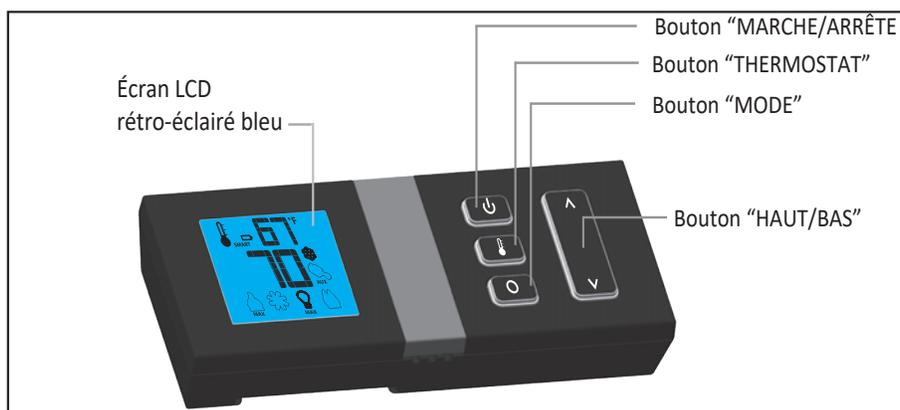
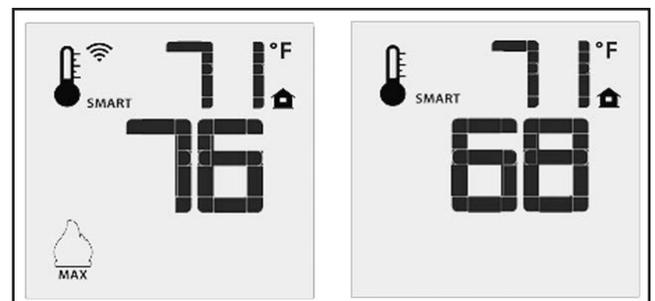
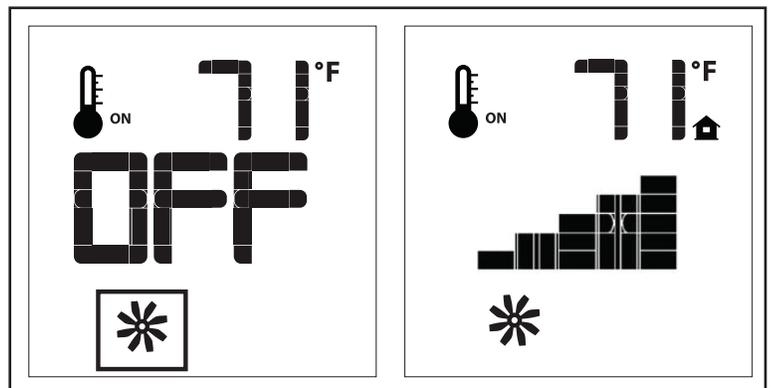
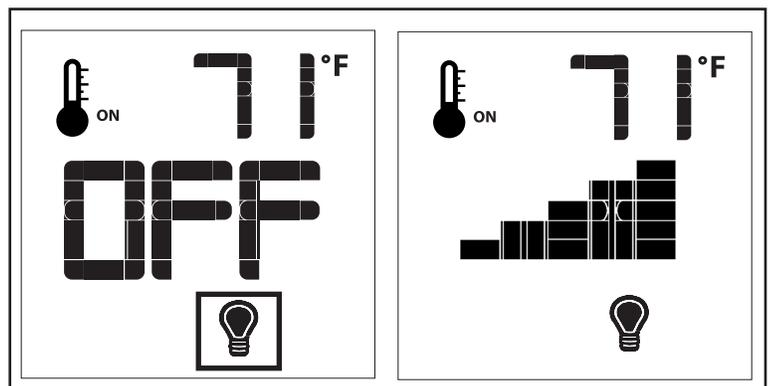

Figure 5: Émetteur Proflame 2.
Figure 10: fonction de la flamme intelligente de la télécommande
Figure 12: Contrôle du ventilateur
Figure 13: Commande des feux de braise
L'émetteur Proflame 2 est une télécommande munie d'un écran ACL rétro-éclairé bleu. Il a une conception rationalisée avec une disposition de boutons simplifiée et un affichage informatif ACL (Figure 5). L'émetteur est alimenté par trois (3) piles type AAA. Un bouton « mode » sert à changer entre les options et un bouton « thermostat » est utilisé pour allumer ou fermer, ou voir l'index des options pour le thermostat (Figures 5 & 6).
La télécommande peut fonctionner comme un thermostat ambiant. Le thermostat peut être réglé à la température désirée pour contrôler le confort dans la salle. Pour activer cette fonction, appuyez sur la touche « Thermostat » (voir la Figure 5). L'écran ACL de l'émetteur changera pour montrer que le thermostat ambiant est allumé et la température programmée est montrée sur l'écran (voir la Figure 10). Pour ajuster la température, appuyez sur les flèches vers le haut ou le bas pour programmer votre température désirée.
Le mode « Thermostat intelligent » ajuste la hauteur des flammes en calculant la différence entre la température programmée et la température ambiante actuelle. Si la température ambiante approche la température programmée, la fonction intelligente baissera le niveau des flammes. Pour activer cette fonction, appuyez sur la touche « thermostat » (Figure 5) jusqu'à ce que vous voyiez le mot « SMART » à la droite de l'icône de thermostat (Figure 10). Pour ajuster la température programmée, utilisez les flèches pour trouver votre température idéale
Cette cheminée vient avec un ventilateur de convection qui peut être commandé avec le transmetteur. La vitesse du ventilateur peut être réglée à six (6) vitesses. Pour contrôler le ventilateur, appuyez sur la touche MODE (Figure 5) pour indexer l'icône de contrôle du ventilateur (Figure 12). Utilisez les touches fléchées HAUT / BAS pour allumer, éteindre ou régler la vitesse du ventilateur (Figure 12). Un seul bip de l'IFC confirmera que la commande a été reçue.
Les lumières de braises à l'avant de l'appareil peut être contrôlé avec l'émetteur. L'éclairage peut être ajusté par six (6) niveaux. Pour régler la luminosité de l'éclairage appuyez sur la touche MODE (Figure 5) à l'index de l'icône de contrôle de lumière (Figure 13). Utilisez les touches fléchées HAUT/BAS pour activer, désactiver, ou régler la luminosité (Figure 13). Un seul bip de la IFC va confirmer la commande a été reçue.
Lorsque le foyer est éteint, appuyez sur la touche mode pour indexer l'icône du mode pilote constant (CPI) (voir figure 5). Appuyer sur la touche fléchée vers le haut pour sélectionner l'allumage continu du pilote (CPI) et appuyer sur la touche fléchée vers le bas pour revenir à l'IPI. Une fois la sélection effectuée, l'IFC émet un bip pour confirmer qu'il a bien reçu la commande. **REMARQUE: Il est recommandé d'utiliser le mode pilote continu pendant l'hiver lorsque la température extérieure est inférieure à 50°F (10°C) pour que la cheminée reste correctement chauffée pendant le courant ascendant pendant l'allumage du brûleur.** Le mode pilote continu garde également la chambre de combustion chaude, ce qui élimine à la fois la perte de chaleur de l'air froid emprisonné dans la chambre de combustion et la condensation excessive des vapeurs d'échappement sur la vitre de la porte.